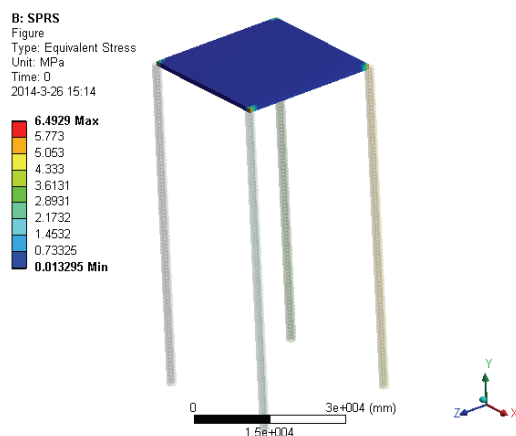

图 12-18 等效应力云图
4) 在 Outline 树结构图中的 Equivalent Stress 上单击右键，在弹出的快捷菜单中选择 Evaluate All Results，此时进行求解，求解后得到的图形如图 12-18 所示。